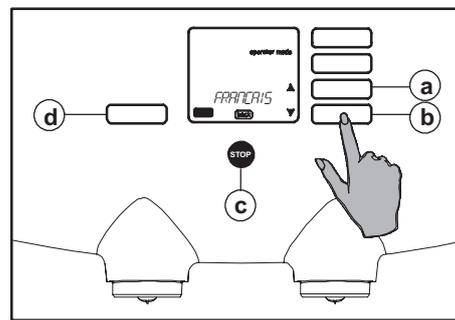

Fig. 61 Choix de la langue
4. Appuyez sur le bouton Enter (fig. 61 d). L'écran affiche la langue sélectionnée.
5. Avec les boutons de défilement ▲, sélectionnez la langue souhaitée (fig. 61 a ou b).
6. Appuyez sur le bouton Enter (fig. 61 d) pour confirmer le paramètre.
7. Appuyez ensuite sur le bouton Stop (fig. 61 c) pour quitter la programmation.